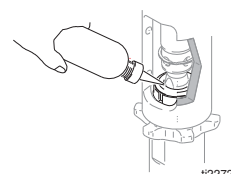

FIG. 11
2. (Fig. 11) Tirare piano il filo di avviamento del motore finché il foro del perno dell'asta della pompa non è allineato con il foro dell'asta idraulica. Fig. 8. Spingere il perno (92) nel foro. Spingere l'anello di ritenzione (120) nel solco.